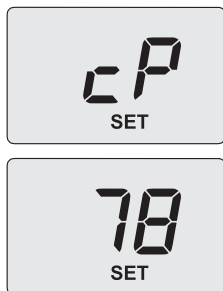

Рис. 9.11
- Нажмите кнопку 13 или 14: на дисплее буквы **cP** будут загораться поочередно с максимальной температурой воды в системе отопления (например, **78**) и появится надпись **SET**, которая обозначает включение функции «трубочист» в режиме максимальной мощности отопления (Рис. 9.11).